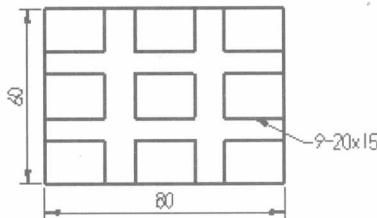

图1-24
**【练习1-24】：**利用【Create】/【Create Rectangle】标准矩形命令，绘制图 1-24 所示图形。